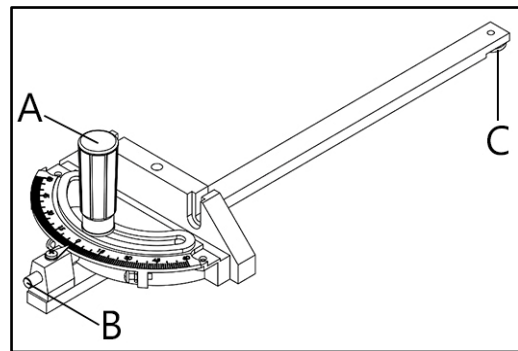

Рисунок 34
- Угловой упор, поставляемый со станком, снабжен собственными индикаторами и ограничителями на 0° и 45° влево и вправо, может регулироваться вручную до 60° вправо и влево (рис. 34).